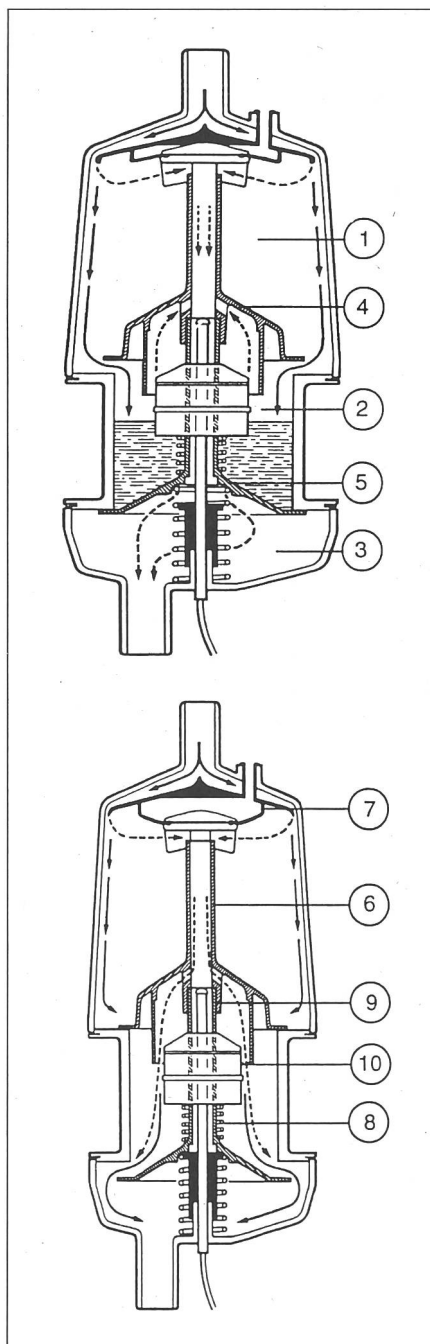

Abb. 15. Schnitt durch das Gerät **Manuflow 2** mit seinen wichtigen funktionellen Teilen:
Das Milchmengen-Messgerät **Manuflow 2** (Abb. 15) misst das Volumen der Milch. Es besteht aus der Vorratskammer (1) mit Milcheinlass, einer Messkammer (2) und einer weiteren Kammer (3), wo die gemessene Milch ausgeschleust wird.
Milch und Luft gelangen gemeinsam in den Messbehälter (1). Die Luft wird hier von der Milch getrennt, um Schaumbildung in der Messkammer zu verhindern. Die Luft gelangt direkt durch das Röhrchen (6) und den Auslass in die Melkleitung. Während des Melkens fließt die Milch beim geöffneten Einlassventil (4) und geschlossenem Auslassventil (5) von der Vorratskammer (1) in die Messkammer (2). Der Schwimmer (10) steigt mit der einlaufenden Milchmenge (Abb. 15, oben). Sobald der Schwimmer eine bestimmte Höhe erreicht hat, gibt er Signal für die Steuerung, das Einlassventil (4) wird ge-